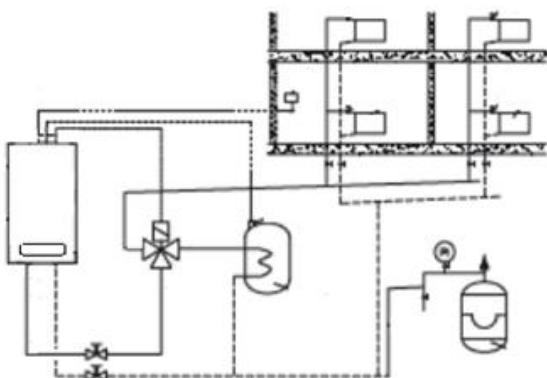

Рис.1
2. Подключить устройство к отопительной системе, оснащенной блокировочными клапанами и фильтром на входе котла рисунок 1.